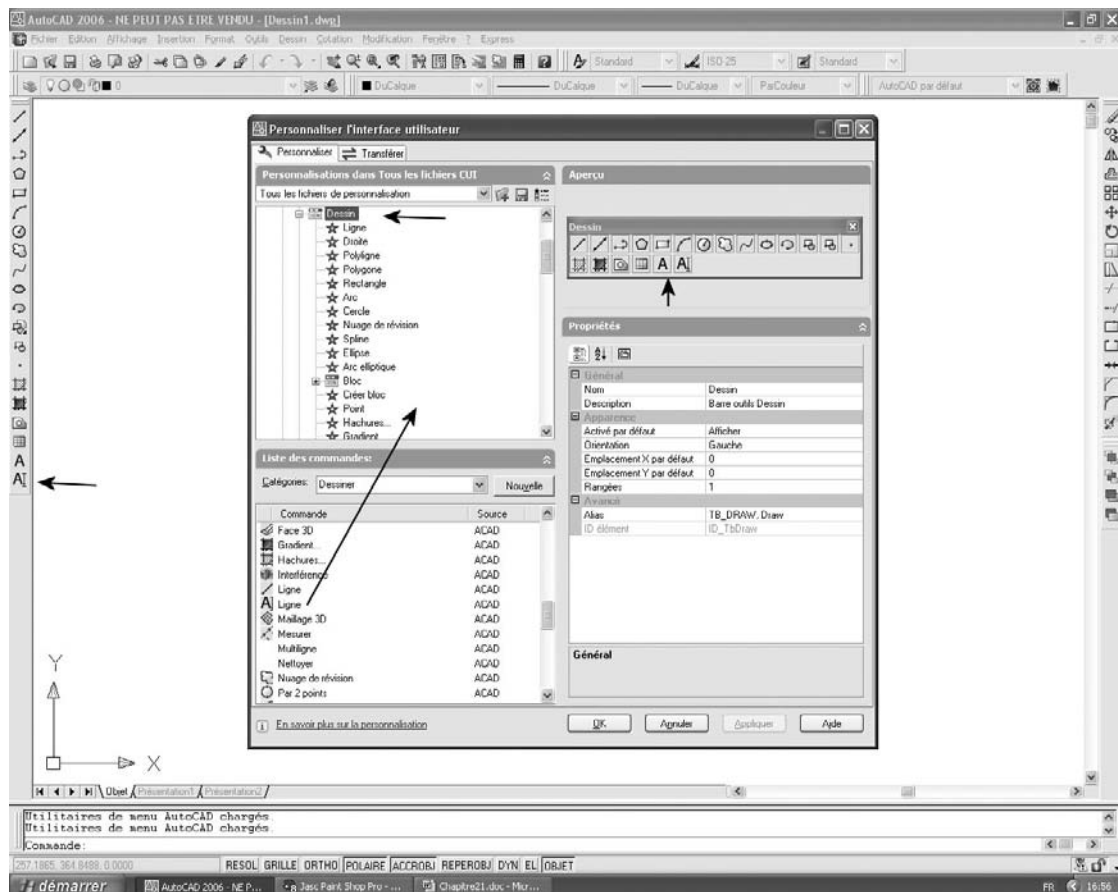

Fig.25.5
- 6 Cliquer sur **Appliquer** (Apply), la nouvelle icône apparaît dans la barre d'outils **Dessin** (Draw) dans l'interface AutoCAD (fig.25.5).